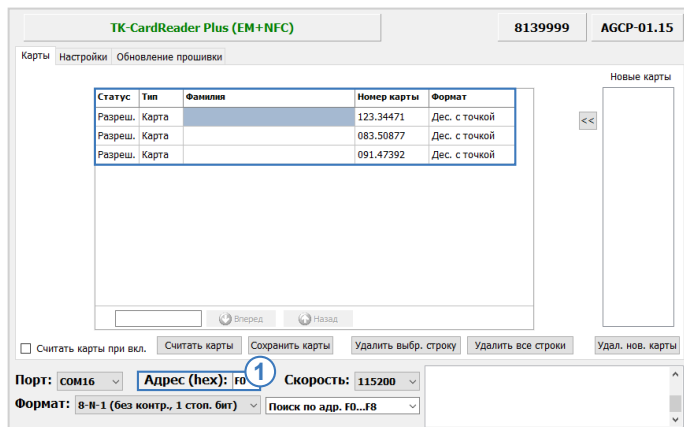

Рис.28. Формирование списка карт для отправки через сервер
- в поле «Адрес (hex)» в нижней части окна программы введите сетевой адрес считывателя на шине RS-485, которому нужно передать файл (Рис.28, п.1). Стандартные адреса считывателей TK-CardReader Plus – F0-F7;
- в конфигураторе сформируйте нужный список карт (Рис.28, п.2);